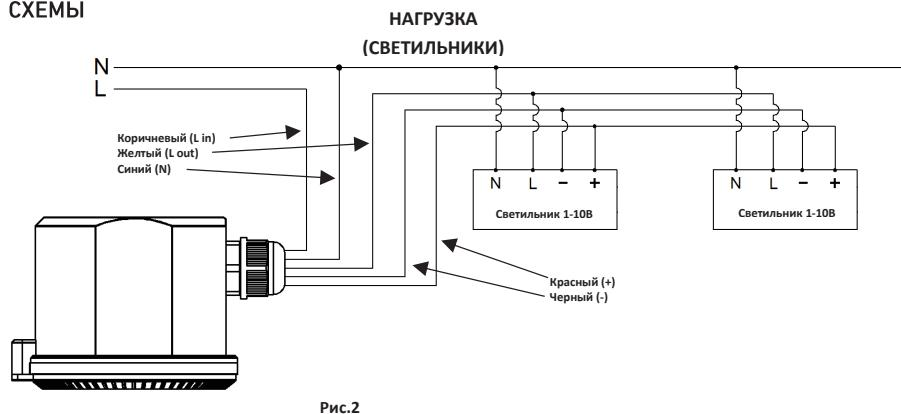

Рис.2
- Подключите нагрузку (светильники) к датчику согласно электрической схеме рис.2
- Несоответствие параметрам питающей сети, а также типу, мощности и схеме подключаемой нагрузки (см. таблицу «Технические характеристики» и электрическую схему подключения рис. 2), может привести к выходу датчика из строя и лишению гарантии.